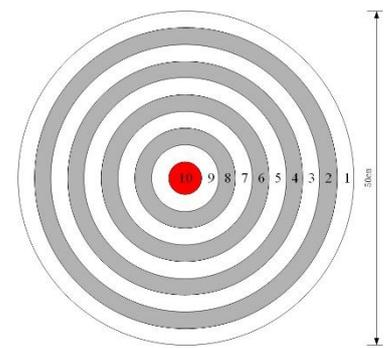

图 3 环形圆板
- (1) 拍摄所发现线缆异物上的条形码图片存储到 SD 卡，巡检结束后在显示装置上清晰显示，并能用手机识别此条形码内容。
- (2) 发现并拍摄杆塔 B 上的二维码图片存储到 SD 卡，巡检结束后在显示装置上清晰显示，并能用手机识别此二维码内容。
- (3) 拍摄每张条形码、二维码图片存储的照片数不得超过 3 张。
- (4) 停机状况下，在巡线机器人某一旋翼轴下方悬挂一质量为 100g 的配重，然后巡线机器人在图 3 所示环形圆板上自主起飞，并在 1 米高度平稳悬停 10 秒以上，且摆动范围不得大于  $\pm 25\text{cm}$ 。
- (5) 在测试现场随机选择一个简单飞行动作任务，30 分钟内现场编程调试完成飞行动作。
- (6) 其他。